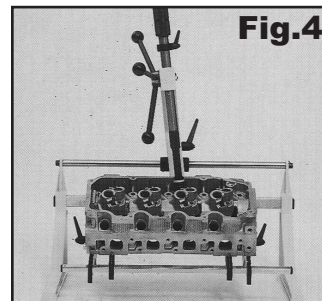

Fig.4
9. For cylinder heads with canted valves (sideways tilted angle) follow this procedure: Loose the locking knob located in the back right side of the "C" frame, and tilt it sideways until reaching the right angle. Place the pressure foot on top of the valve-retainer assembly, and make proper adjustments. Then lock the frame in position with the knob, and proceed with the disassembly / assembly operation (fig. 4)
9. En culatas (cabezas) con valvulas inclinadas lateralmente, siga el siguiente procedimiento: Desapriete el seguro localizado en la parte trasera derecha del soporte en forma de "C", e incline el soporte principal lateralmente hasta alcanzar el ángulo apropiado, appliqué presión sobre la válvula para asegurar alineación, y aga los ajustes necesarios. Luego asegure nuevamente el seguro lateral, y proceda con el armado / desarmado de dicha pieza. (fig. 4).